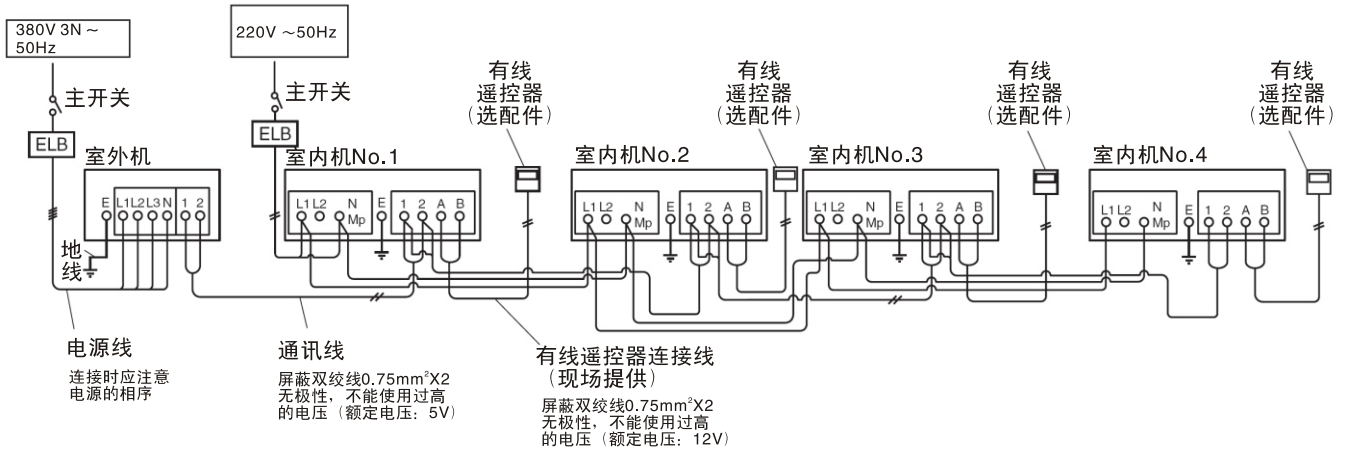

图6.1 电气接线 (380V 3N ~ 50Hz)
- (1) 连接电源线到室内机和室外机电气箱内的端子排上。并且连接地线到室外机的电气箱内。另外，在连接地线到室内机电气箱的接地螺栓上时，参照图6.1。
- (2) 连接室内外机通讯线到端子排上的1和2端子，如果电源线被连接到端子排（TB2）上的1和2，印刷电路板将会被损坏。
- (4) 如图6.1所示，连接室内机和室外机之间的配线，检查确保每个端子排上端子压接线的拉力。
- (5) 连接室外机和室内机之间的通讯线要使用屏蔽双绞线，分别连接到室内外机之间的端子排的1和2端子上。